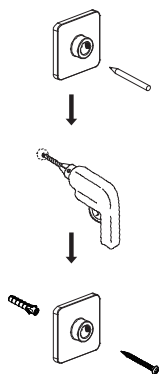

Figura 8
b) Installare il supporto a parete ⑯ nella posizione contrassegnata (Figura 8). Coprire la barra termostatica della doccia per evitare la polvere. Collegare il connettore del tubo ⑤ al supporto a parete e utilizzare la chiave a brugola per fissarlo (Figura 9).